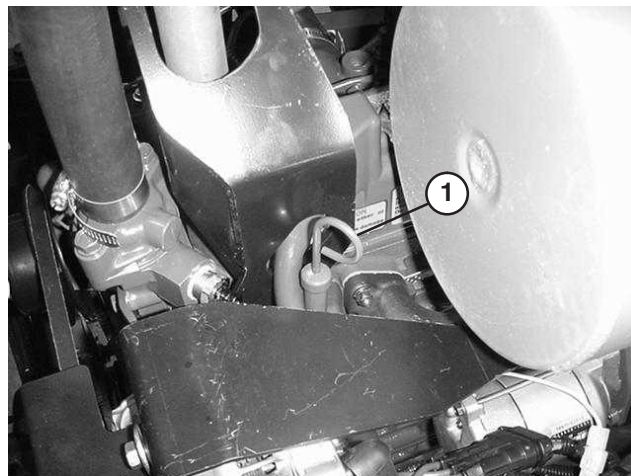

Figure 22
2. Sortez la jauge (Fig. 22), essuyez-la avec un chiffon propre et remettez-la en place. Sortez de nouveau la jauge et vérifiez le niveau d'huile. Le liquide doit atteindre le repère maximum (FULL) sur la jauge.